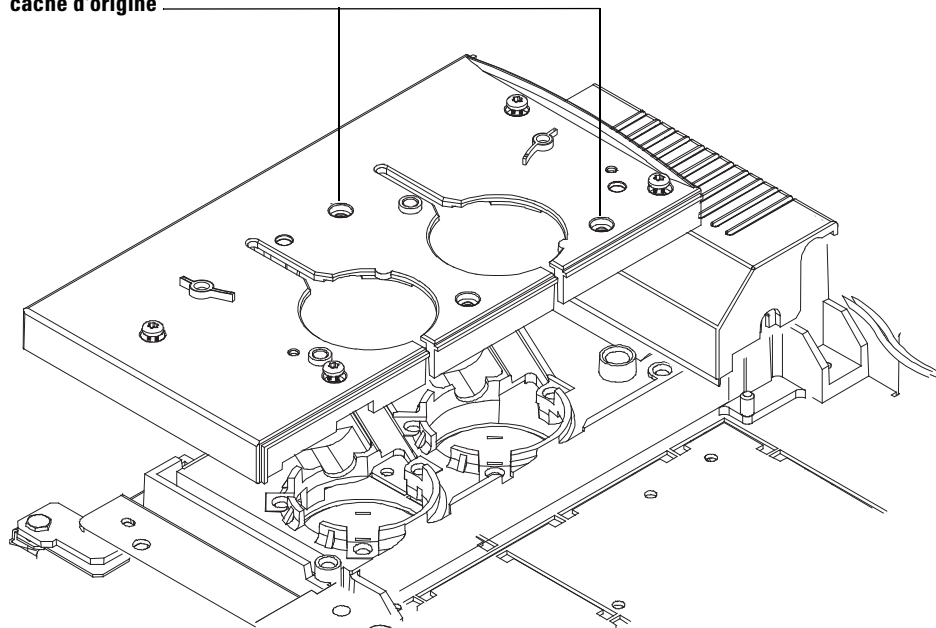

Figure 3 Remplacement du capot supérieur du port d'injection et du couvercle du ventilateur des injecteurs (CPG série 6890)
- 4 Fixez le capot supérieur de recharge du port d'injection en introduisant dans les trous appropriés les deux vis que vous avez retirées du cache-injecteurs d'origine (voir Figure 3).